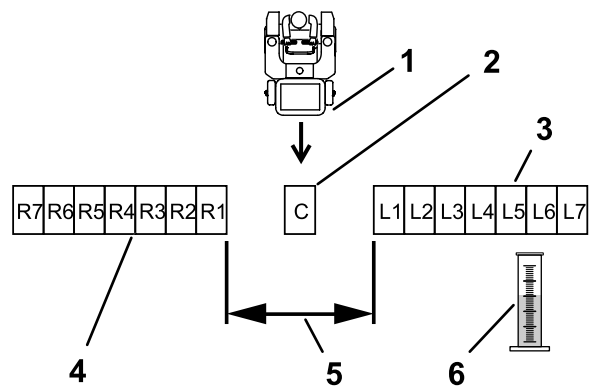

Figura 24
3. Coloque las bandejas restantes en línea recta, como se muestra en la Figura 23 o la Figura 24.
Coloque seis bandejas adicionales en cada lado, sin espacio entre las bandejas (Figura 24).
8. Etiquete cada cilindro graduado según la bandeja de recogida correspondiente (L2, L1, Centro, R1, R2...) (consulte la Figura 23 y la Figura 24).